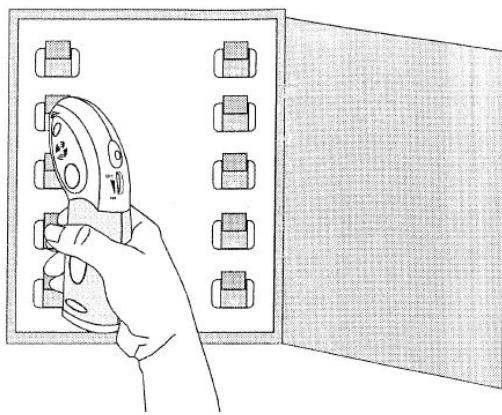

Fig. 4
1. Póngase delante del cuadro de interruptores y sostenga el receptor verticalmente colocando la superficie plana de su extremo delgado directamente en el interruptor o fusible (fig. 4). Desplace lentamente el receptor de arriba hacia abajo, de izquierda a derecha, sobre la fila de interruptores o fusibles. El receptor emitirá una señal sonora y su LED verde parpadeará cuando detecte la señal del emisor.